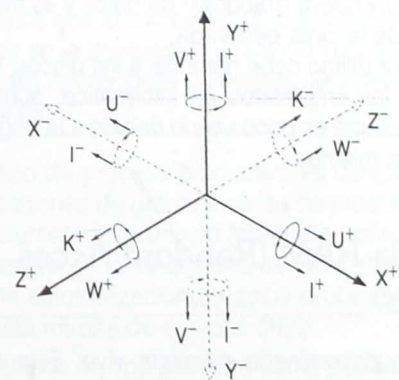

Figura 1. Nomenclatura y disposición de los ejes/movimientos de las máquinas herramienta de CN.
- Estos movimientos vienen ordenados normalmente en el sistema de coordenadas cartesianas*. Según esto, a cada movimiento se le denomina Eje. Cada Eje (X, Y, Z) debe ser regulado en velocidad y sincronización. Ver figura 1.